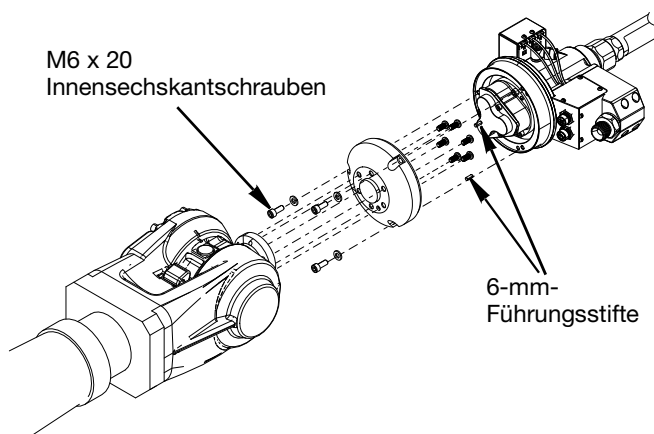

ABB. 2
2. Der Montageflansch wird dann mit drei Innensechskantschrauben M6x20 am Gehäuse der Switch 3D Edelstahl-Pistole befestigt. Mit 11,1 N•m (98,2 in-lbs) festziehen. Es ist darauf zu achten, dass die mit dem Bausatz mitgelieferten 6-mm-Führungsstifte an den richtigen Positionen eingesetzt werden. Siehe ABB. 2.